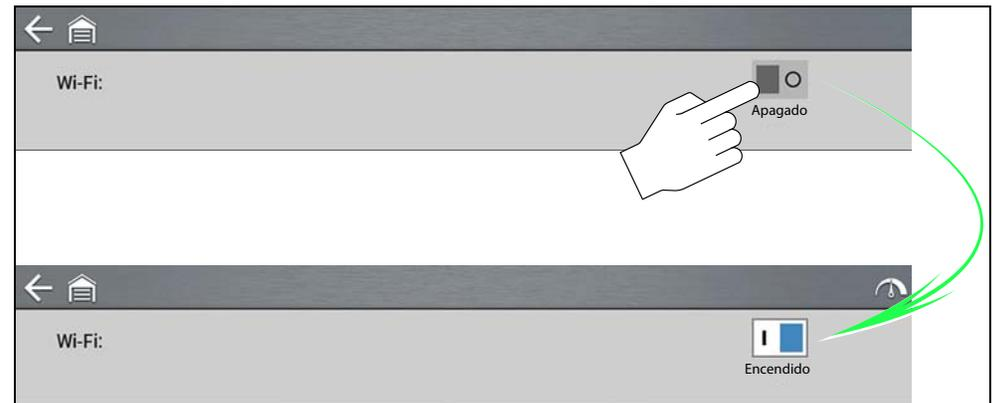

Figura 10-1
1. Para activar o desactivar el Wi-Fi, seleccione el icono de **encendido de Wi-Fi** (Figura 10-1).